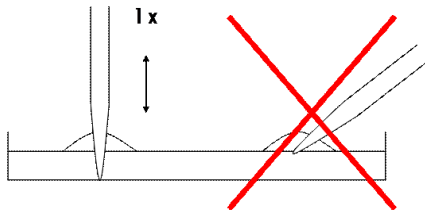

Figure 1 : Technique d'échantillonnage de colonies
*REMARQUE : une (1) barrette de réactifs PCR est utilisée pour deux (2) échantillons. En cas de nombres d'échantillons impair, complétez avec des échantillons d'une souche de contrôle (référence).*
3. Percez à travers une seule colonie dans la gélose à l'aide d'un échantillonneur de colonies. Touchez brièvement le fond de la plaque et retirez l'échantillonneur. Maintenez toujours l'échantillonneur de colonies en position verticale comme indiqué dans Figure 1.